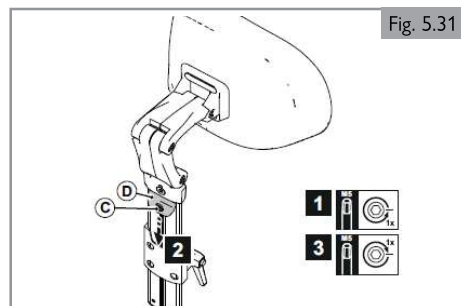

Fig. 5.31
**Réglage mémorisé (Fig. 5.31)**
1. Desserrez (C) d'un tour.
2. Glissez (D) le plus bas possible.
3. Resserrez (C).